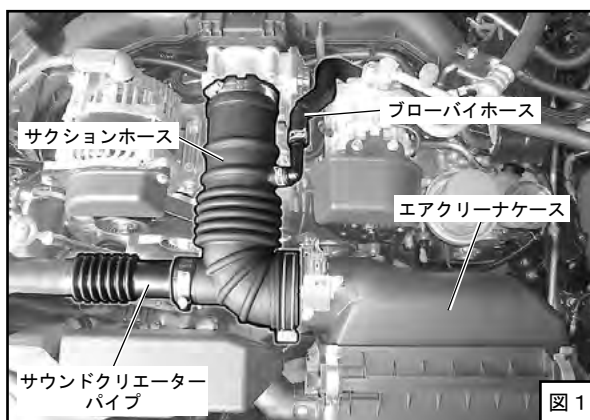

図 1
(1) バッテリーのマイナス端子(－)からケーブルターミナルを取外してください。
(2) サクションホースからブローバイホースとサウンドクリエーターパイプを取外してください。(図1)
(3) ホースバンドを緩め、サクションホースを取外してください。(図1)
(9) スリーウェイ (φ 10- φ 4- φ 10) にφ 10 ホースとφ 4 ホースを取付けてください。(図 1 1)
(10) 図 1 1 のように配管をしてください。A T 車はスリーウェイ (φ 10- φ 4- φ 10) に純正ゴムキャップを取付けてください。(図 1 1)
(11) ブローバイホースを元のように接続してください。その際、φ 4 ホースが下を通るようにしてください。(図 1 1、図 1 2)